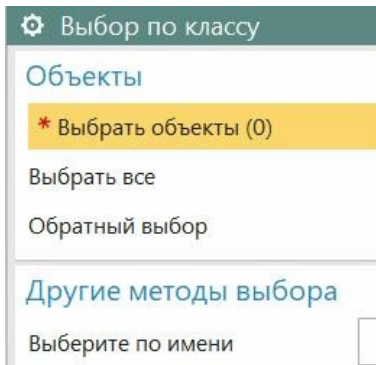

рис.134
- В ответ сначала появится окно рис.134, в котором следует указать *элемент детали* или *компонент сборки*, а потом окно рисунка 135.